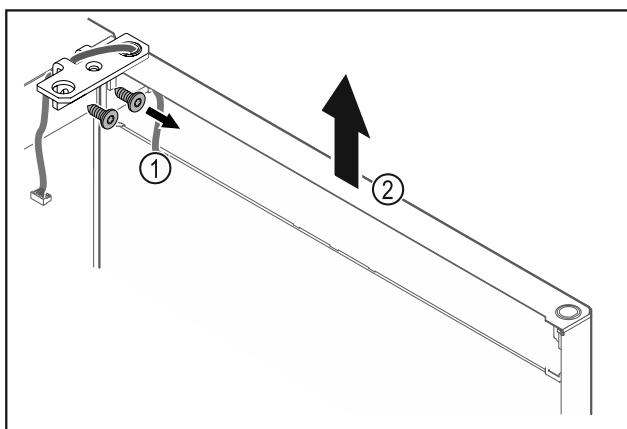

Fig. 24
- Atsukite šarnyrinį kampuotį Fig. 24 (1).
- Duris, jsk. šarnyrinį kampuotį Fig. 24 (2), pakelkite maždaug 200 mm tiesiai į viršų ir nuimkite.